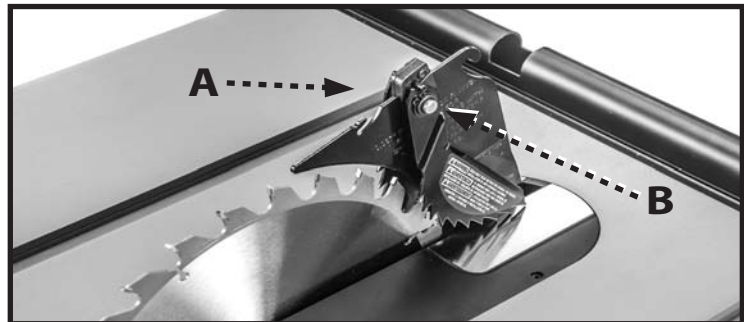

FIGURA 5
Coloque el conjunto de los trinquetes en la ranura del extremo posterior de la cuchilla separadora (A) como se muestra en la Figura 5 y presione el resorte (B) del lado derecho de los trinquetes.